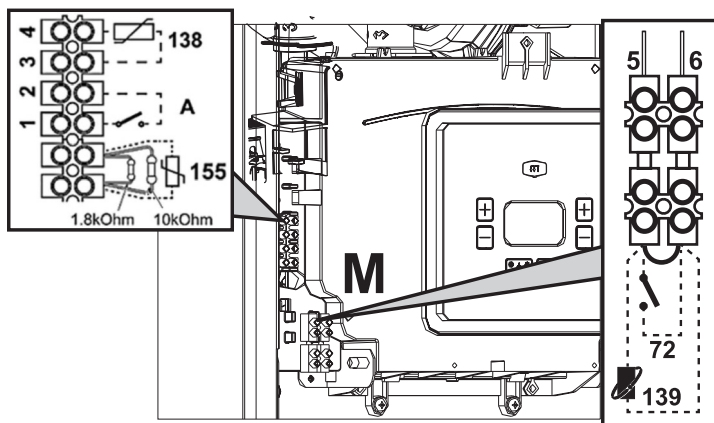
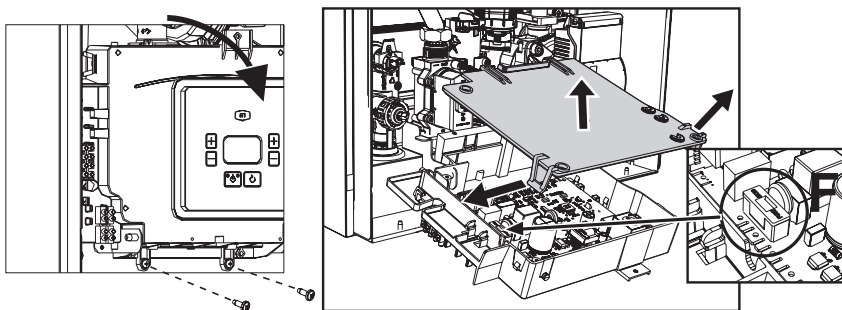

Рис. 18
Рис. 19
Для подключения бойлера необходимо использовать датчик NTC бойлера, входящий в комплект поставки котла. Датчик (поз. 155) подключается к соединительной колодке котла (рис. 18) вместо двух сопротивлений. При следующем включении агрегата система управления опознает датчик бойлера и автоматически настраивается на работу с ним, вызывая активацию дисплея и устройств управления, необходимые для работы в режиме ГВС.
После снятия передней панели (см. «Открытие передней панели» на стр. 35) можно получить доступ к клеммной колодке (M) и предохранителю (F), действуя как показано на рис. 18 и рис. 19. Клеммы, указанные на рис. 18, должны быть с беспотенциальными (сухими) контактами (не 230 В). Расположение клемм для различных соединений показано на электрической схеме на рис. 44.
Конфигурация выключателя ON/OFF («А» рис. 18)